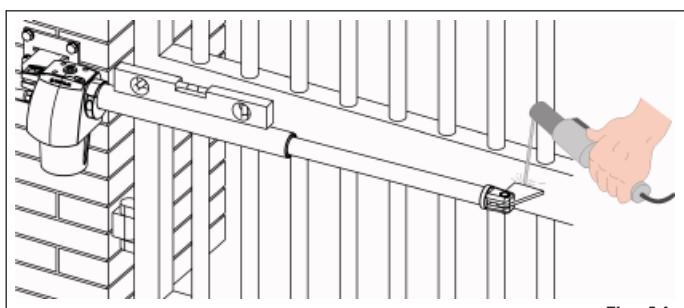

Fig. 16
9. Acerque el tubo del operador a la hoja hasta que la brida anterior se apoye a la hoja (Fig. 16).
10. Compruebe, con un nivel de burbuja, la perfecta horizontalidad del operador y fije provisionalmente la brida anterior con dos puntos de soldadura (Fig. 16).